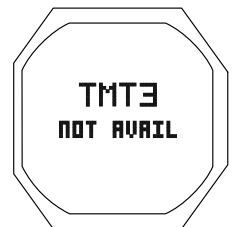

Abb. 113B - TMT KEINE ÜBERTRAGUNG
- > Wenn der TMT (Sender) sich nicht meldet, wird für 10 Sekunden eine Nachricht angezeigt (Abb. 113B) und der Wechsel wird abgebrochen.